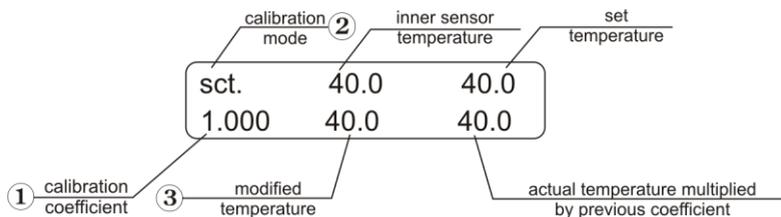

Fig.4 Pannello di controllo in modalità di calibrazione
- 5.2. Per inserire il coefficiente di calibrazione, tenere premuto il tasto **TIME-RUN/STOP** (Fig. 2/5) per più di 8 secondi per attivare la modalità di calibrazione. Sul display comparirà il coefficiente di calibrazione (Fig. 4/1).
- 5.3. Impostare il valore 1,000 utilizzando i tasti **▲** e **▼RPM** (Fig. 2/3) per ripristinare le impostazioni di fabbrica come indicato in Fig. 4/1.
- 5.9. Tenere premuto il tasto **TIME-RUN/STOP** (Fig. 2/5) per più di 8 secondi per attivare la modalità di calibrazione. Sul display compaiono i seguenti parametri (Fig. 4):